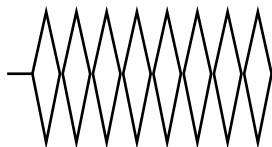

Fig. 4-5
- ① Fig. 4-5 shows the normal RF waveform (for both A-HEAD and B-HEAD) in F.FWD or REW mode (reel speed:100 times).
- ① 図4-5は、FFまたはREWモード（リール送り、100倍速）時のRF通常波形（A-HEAD、B-HEADとも）です。